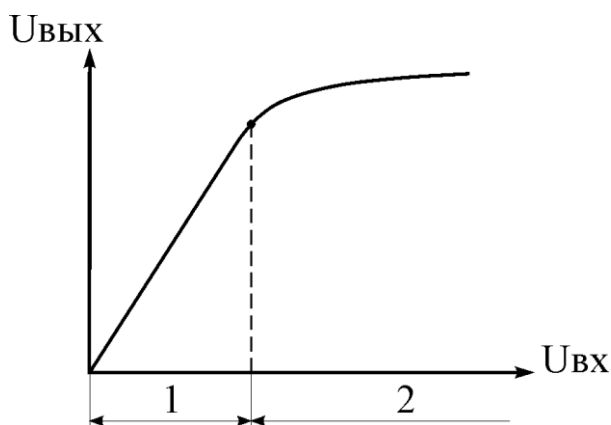

Рисунок 6.1 – Амплитудная характеристика усилителя
- *амплитудная характеристика*, которая представляет собой зависимость выходного напряжения усилителя от входного  $U_{\text{вых}} = f(U_{\text{вх}})$  (рис.6.1). Она позволяет определить динамический диапазон входного сигнала для обеспечения работы с минимальными нелинейными искажениями. Для линейных усилителей это прямая, проходящая через начало координат;
Для оценки диапазона изменения входных напряжений, усиливаемых без искажений, используют амплитудную характеристику (рис.6.1). Из рисунка видно, что при превышении входным сигналом определенного уровня характеристика перестает быть линейной (участок 2).